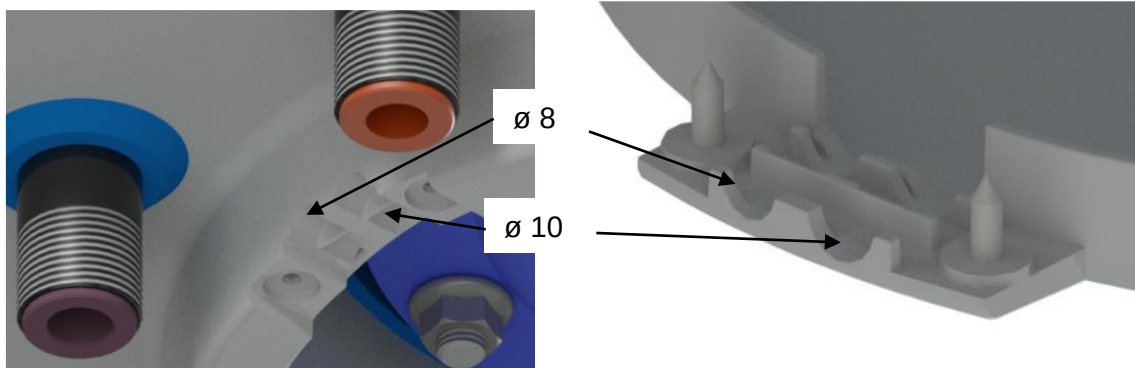

Abbildung 4: Leitungsklemmen am Warmwasserspeicher und Abdeckung
3. Die Trennwand in der Abdeckung der Elektroinstallation entfernen, sodass der Durchmesser dem der Leitung, also $\varnothing 8$ mm oder $\varnothing 10$ mm (siehe Abbildung 4) entspricht.